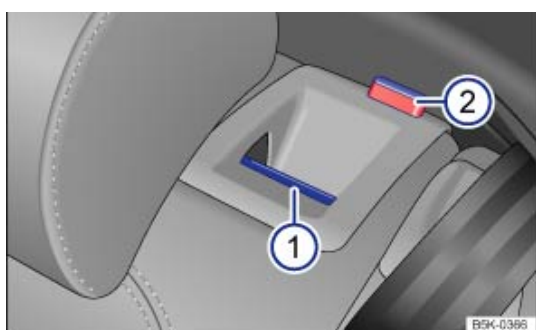

Fig. 97 Dans le dossier de banquette arrière : touche de déverrouillage ① ; repère rouge ②.
- Tirez la touche de déverrouillage → Fig. 97 ① vers l'avant et escamotez simultanément le dossier de banquette arrière.
- Le dossier correspondant de la banquette arrière est déverrouillé lorsqu'un repère rouge est visible sur la touche → Fig. 97 ② .
- Le repère rouge sur la touche de déverrouillage → Fig. 97 ② ne doit plus être visible.
- Un repère rouge sur la touche → Fig. 97 ② indique que le dossier de banquette arrière n'est pas encliqueté. Vérifiez toujours que le repère rouge ne soit jamais visible lorsque le dossier se trouve en position verticale.